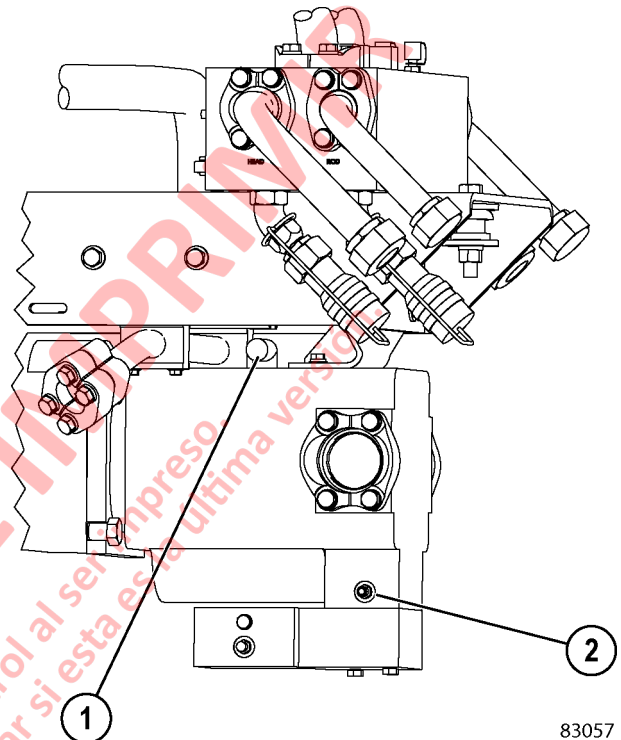

FIGURA 10-4. ACOPLES DE DESCONEXIÓN RÁPIDA DEL SISTEMA DE ELEVACIÓN Y LA BOMBA DE DIRECCIÓN
- Puerto de prueba de presión "GPA" (2, Figura 10-4) en la bomba de dirección - 35 000 kPa (5000 psi).
12. La carcasa de la bomba de dirección se debe llenar con aceite antes de iniciar para evitar que se dañe la bomba. Desconecte la manguera que está conectada al acople (1, Figura 10-4). Luego retire el acople (1). Llene la carcasa de la bomba de dirección con aceite hidráulico tipo C-4 limpio a través del puerto de drenaje de la carcasa. Puede ser necesario usar hasta 2,9 litros (3 cuartas) de aceite. Vuelva a instalar el acople (1) y conecte nuevamente la manguera.